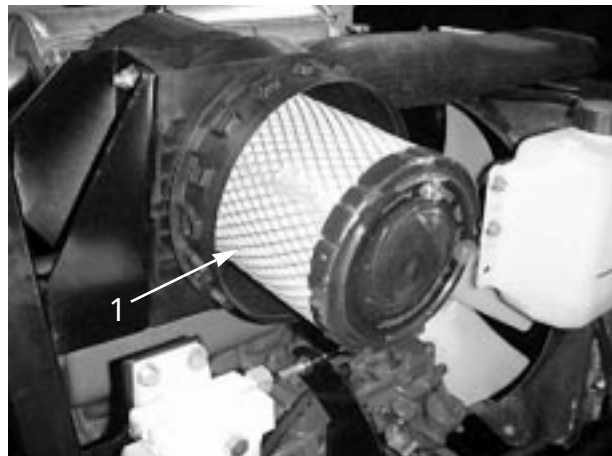

図 29
- 2 . 一次フィルタ ( 図 29 ) を静かに引き出す。ごみが落ちるので、フィルタをボディーに打ちつけないように注意すること。また、安全フィルタ ( 図 30 ) は取り出さないこと。